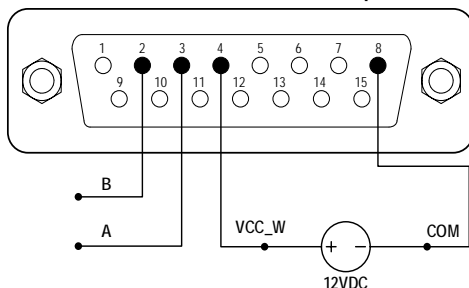

Abbildung 20. RS485 MODBUS-Verkabelung
- 1) Wenn die Stromversorgung ausgeschaltet ist, verdrahten Sie den DB15-Stecker wie in Abbildung 20. Verbinden ihn mit dem DB15-Anschluss auf der Rückseite der Pumpe. Um elektrische Störungen zu vermeiden, wird eine externe Gleichstromquelle empfohlen.